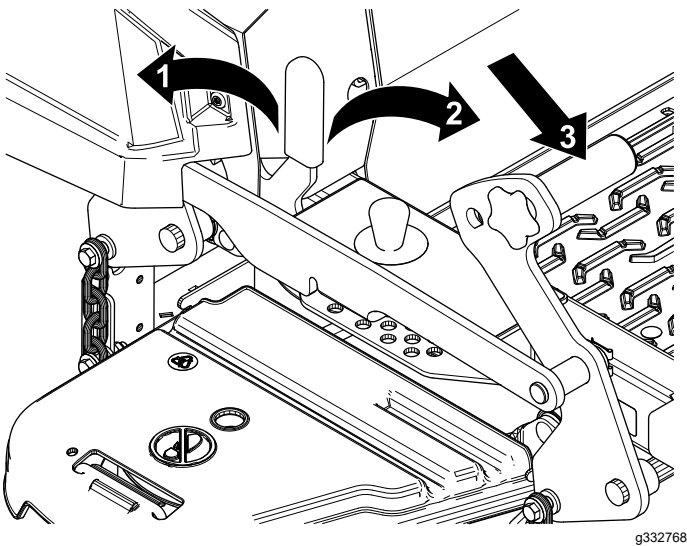

Figure 1
7. Poussez la pédale de levage du plateau de coupe complètement en avant pour bloquer le plateau en position de **TRANSPORT** (Figure 1).